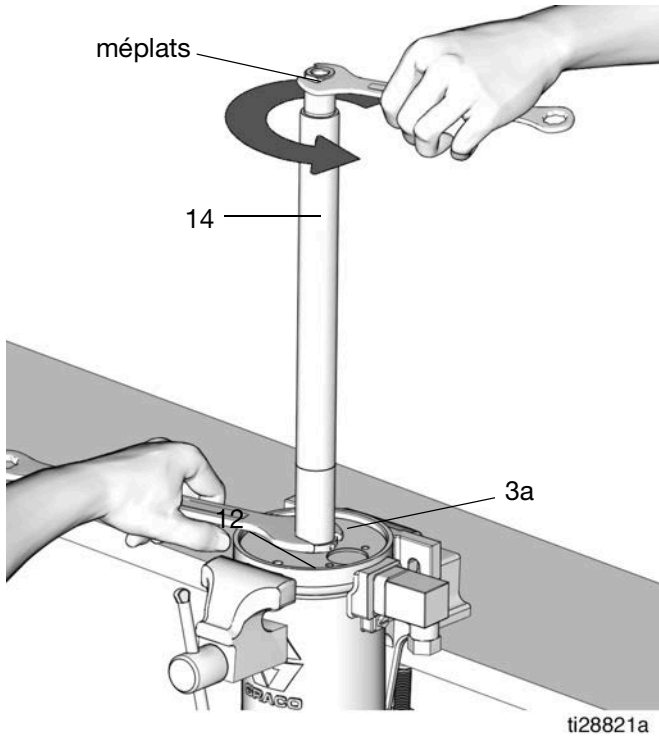

FIG. 15
12. Joint torique (13) du tuyau de sortie et joint torique (9) du cylindre de pompe
Avec une clé, tenez bien l'écrou (3a) [sur le fond du cylindre de pompe (12)] en place. Mettez une deuxième clé sur les méplats du tuyau de sortie (14). Tournez le tuyau de sortie dans le sens anti-horaire pour le desserrer et retirez-le du cylindre de pompe (12) (FIG. 15).